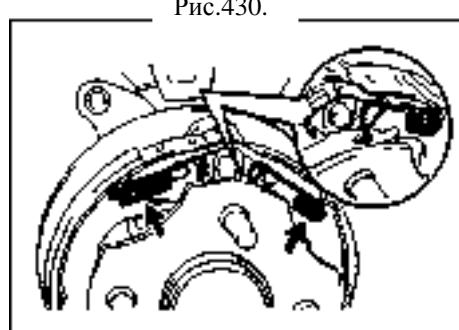

Рис.430.
- Используйте тонкогубцы для установки двух верхних пружин натяжения (рис.430).